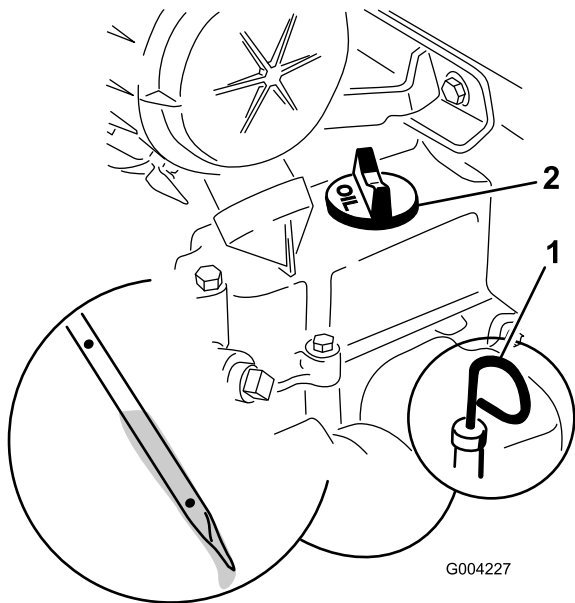

Bild 32
4. Reinigen Sie den Bereich um den Ölpeilstab (Bild 32).
5. Ziehen Sie den Peilstab heraus und wischen Sie das Metallende ab (Bild 32).
6. Schrauben Sie den Ölpeilstab vollständig in das Peilstabrohr (Bild 32).
8. Wenn der Ölstand niedrig ist (unter dem unteren Loch), reinigen Sie den Bereich um den Ölfüllstutzenschraubendeckel und nehmen den Deckel ab (Bild 32).
6. Entfernen Sie den Ölfülldeckel (Bild 32) und gießen Sie ungefähr 80 % der angegebenen Ölmenge langsam in die Ventilabdeckung ein.
9. Entfernen Sie den Ölfülldeckel (Bild 32) und gießen Sie ungefähr 80 % der angegebenen Ölmenge langsam in die Ventilabdeckung ein.